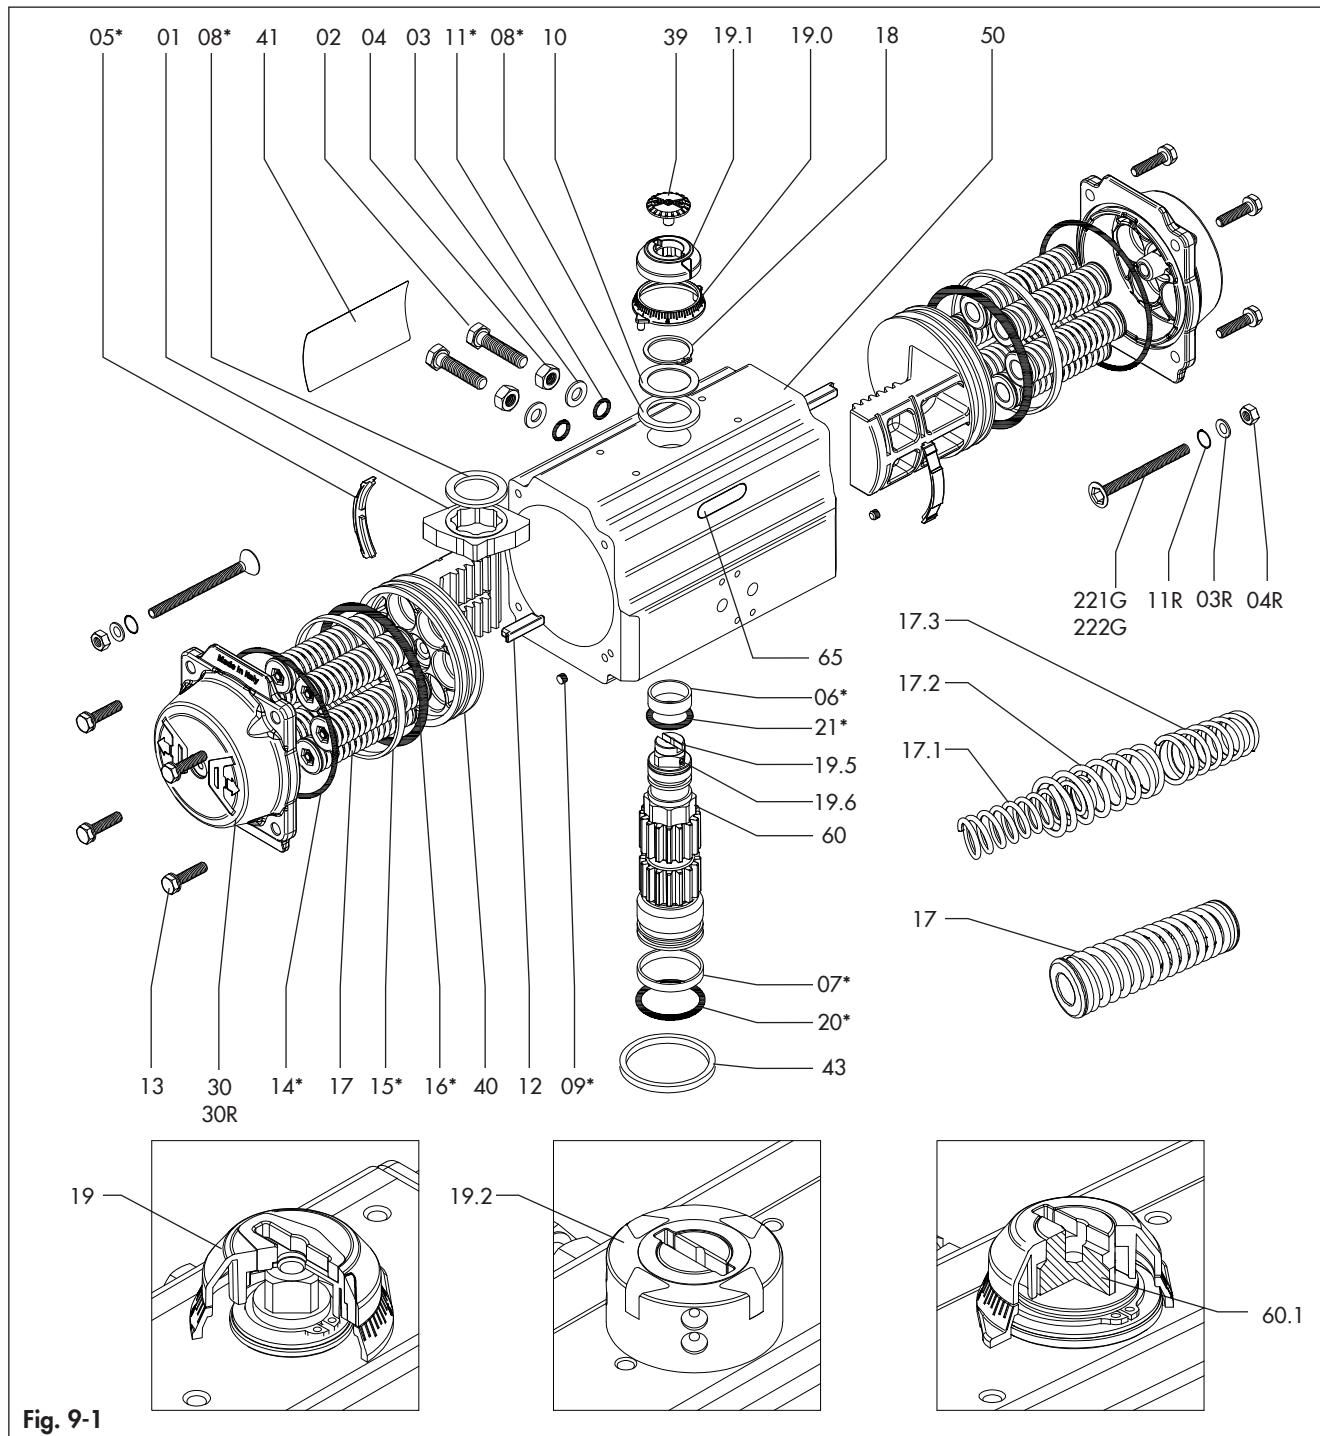
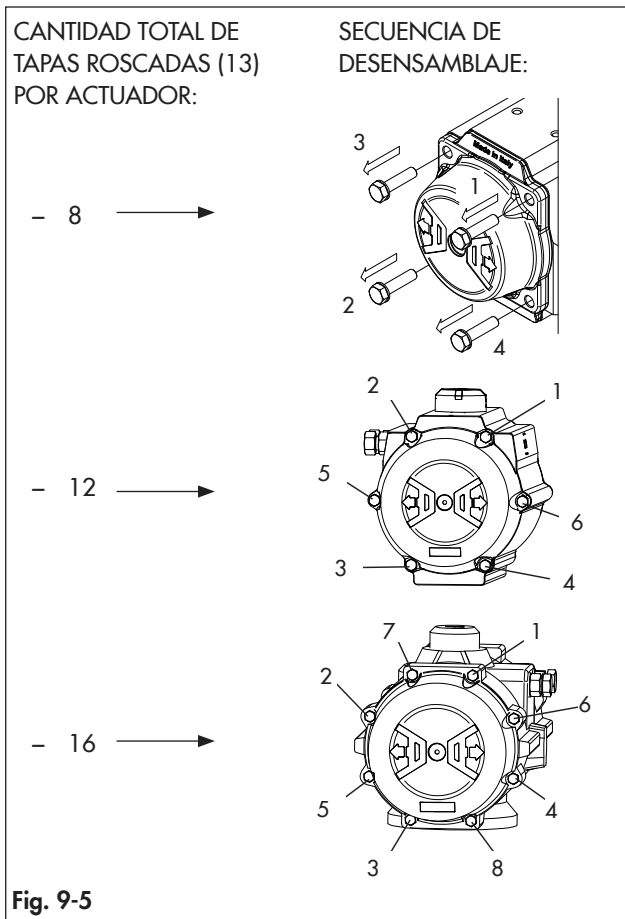
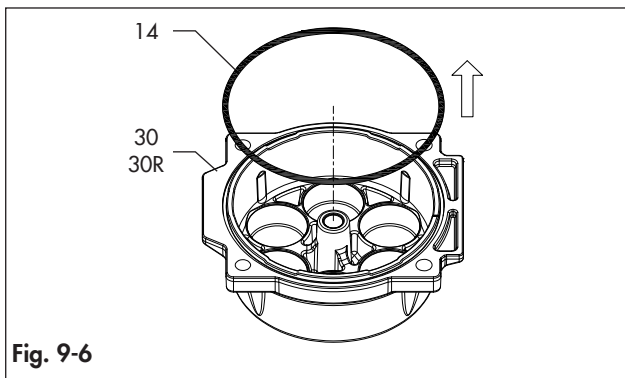

Fig. 9-1
Fig. 9-5
Fig. 9-6
→ Consulte la lista de piezas de repuesto/recambio en la fig. 9-1 y en la tabla 9-2.
Consulte las fig. 9-1 y fig 9-2.
Consulte las fig. 9-1 y fig 9-3.
Consulte las fig. 9-1, Fig 9-4 y fig 9-5.
- Respete la secuencia especificada en la fig. 9-5.
- Suelte la compresión de los muelles desenroscando parcialmente cada tornillo de tapa (13) en 1 giro cada vez para la secuencia que aparece en la fig. 9-5 y para el número de giros que se indican en la tabla 9-2.
- Desenrosque por completo y saque los tornillos de la tapa (13)
- Saque las tapas (30).
- Saque los cartuchos del muelle (17).
- Saque las juntas tóricas (14). (Fig. 9-6)
- Desenrosque por completo los tornillos de la tapa (13) de acuerdo que la secuencia que aparece en la fig. 9-5.